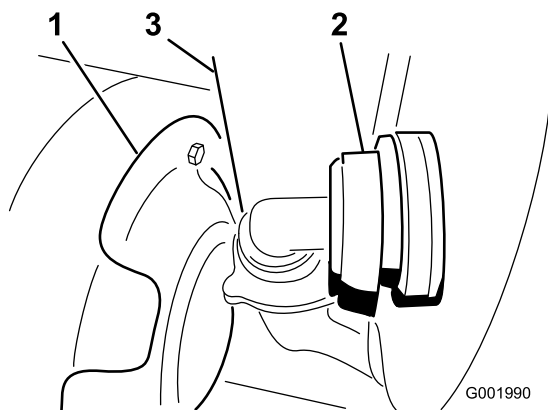

図 54
3. タンクの前壁の下にあるホースを外す(図 54)。
注 防熱シールド(図 54)を押しのけないとカバーが取り外せない場合があります。
7. タンク前面下のホースを接続する (図 54)。